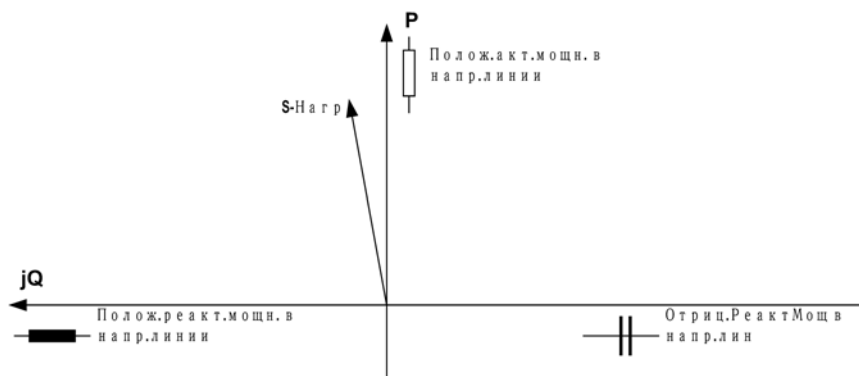

Рисунок 3-31 Полная мощность нагрузки
- На самом устройстве или в DIGSI имеется возможность проверить соответствие направлений протекания измеренной и действительной мощностей (Рисунок 3-31):